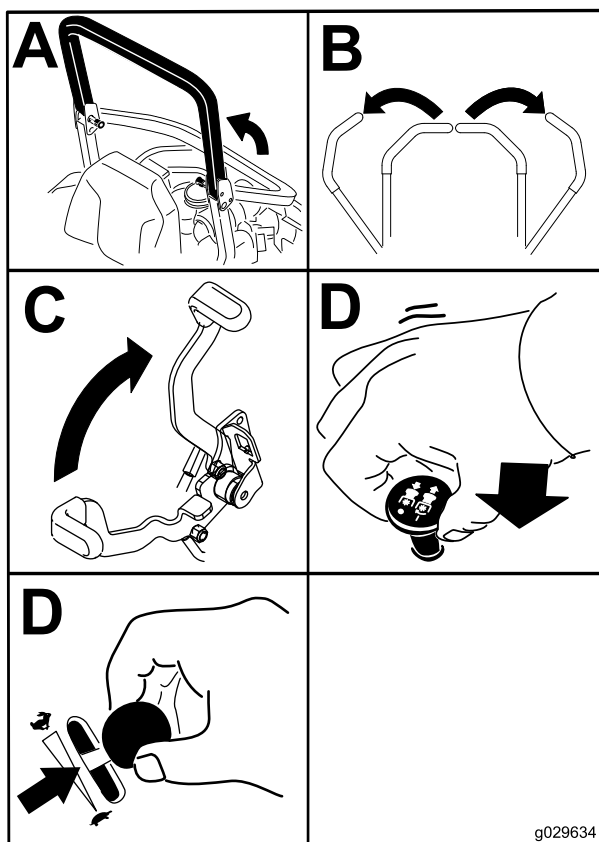

Figura 22
4. Spostate l'interruttore di comando delle lame (PDF) in posizione di SPEGNIMENTO (Figura 22).